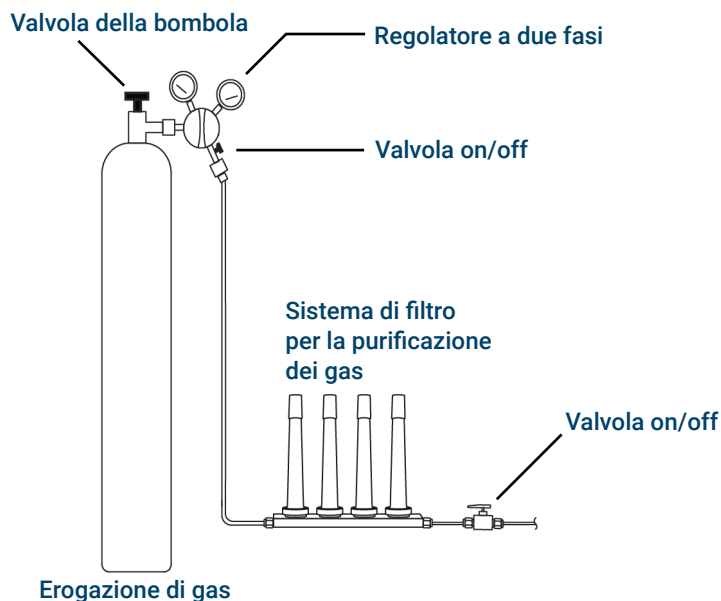

Figura 9. Collegamenti idraulici per l'erogazione del gas
1. Determinare in quale punto verranno installati i sifoni lungo la linea del tubo. **Figura 9** La figura 9 mostra l'ordine consigliato per i sifoni del gas di trasporto e le posizioni consigliate per le valvole di apertura e chiusura. Consultare anche la *Site Preparation Guide* (Guida alla preparazione del laboratorio).